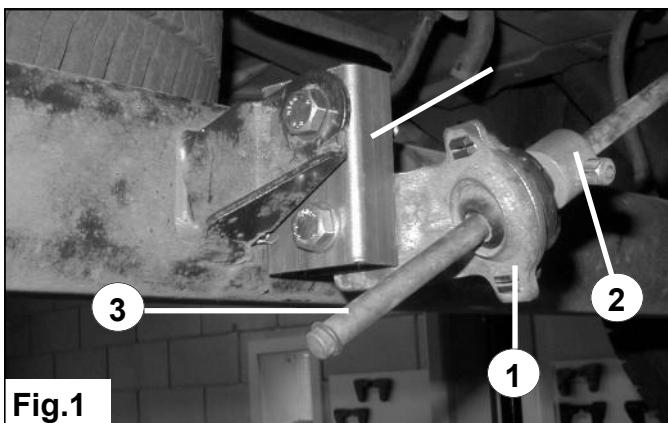

Fig.1
3. Montez la gaine fournie A, conformément à l'illustration sur la fig. 1. au moyen des boulons et des écrous joints.